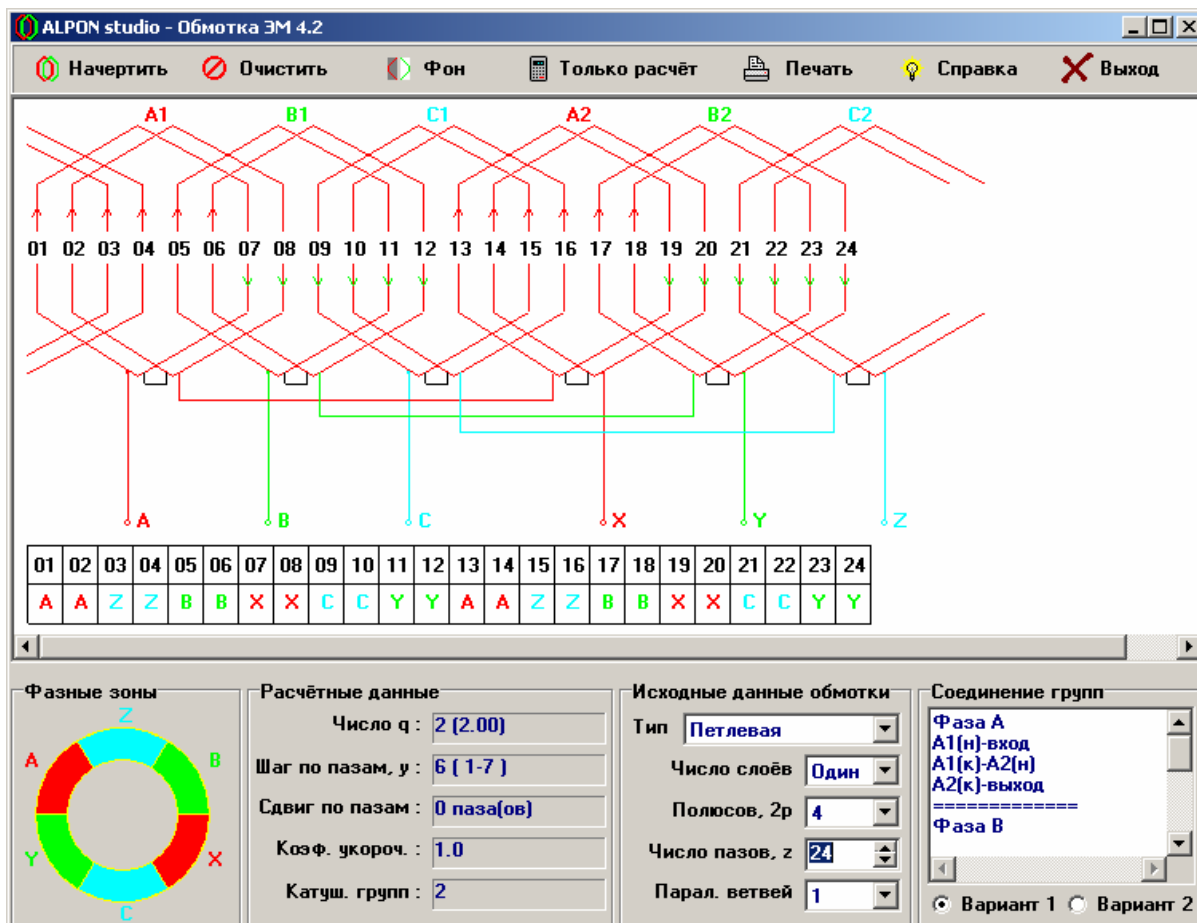

Рисунок 1. Главное окно (петлевая однослойная обмотка).
- Обмотка петлевая, однослойная,  $2p = 4$ ,  $z = 24$ ,  $a = 1$  (рис. 1);